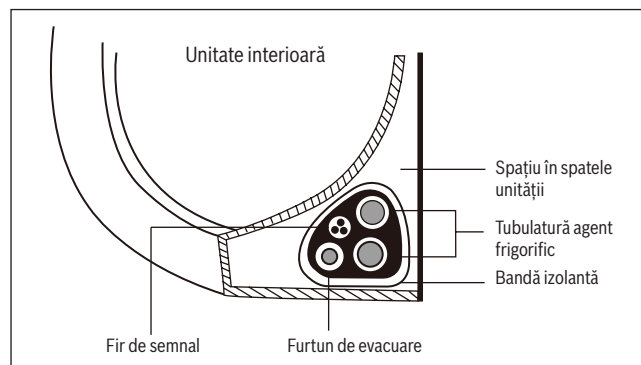

Fig. 17.
1. Strângeți într-un fascicul furtunul de evacuare, țevile agentului frigorific și cablul de semnal, conform **fig. 17**.
3. Folosind bandă izolanță, înveliți strâns la un loc firul de semnal, țevile agentului frigorific și furtunul de evacuare. Verificați de două ori ca toate articolele să fie strânse în fascicul în conformitate cu **fig. 17**.